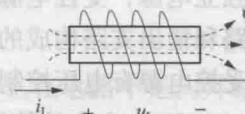

图 1-4 电感元件
(1) 当电流和磁链的参考方向符合右手螺旋法则时，线性电感元件的磁链  $\psi_L$ 、电感量  $L$  及电感电流  $i_L$  之间关系式为  $\psi_L = L i_L$ 。
(2) 特征方程。当电压、电流取关联正向时，如图 1-4 所示，电容元件的特征方程(即伏安关系式)为